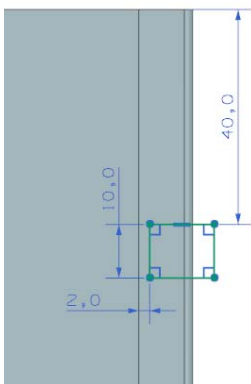

图 7-103 绘制草图
(3) 绘制如图 7-103 所示的裁剪轮廓。单击“完成”  图标，草图绘制完毕。